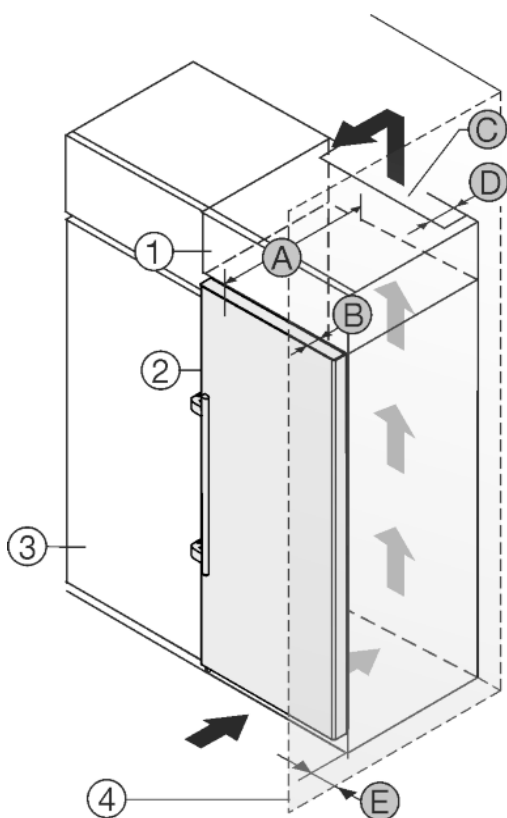

Fig. 28
Устройство может быть окружено кухонными шкафами. Чтобы уравнивать устройство Fig. 28 (2) по высоте с кухонной стенкой, можно установить над устройством дополнительный шкафчик Fig. 28 (1).
Установить устройство можно непосредственно рядом с кухонным шкафом Fig. 28 (3). Чтобы можно было полностью открыть двери, устройство должно выступать на глубину Fig. 28 (B) относительно передней стенки кухонного шкафа. В зависимости от глубины кухонных шкафов и использования пристенных распорок устройство может выступать и больше.
- На задней стенке дополнительного шкафчика должен быть вентиляционный канал с глубиной Fig. 28 (D) по всей ширине этого шкафа.
- Нужно соблюдать вентиляционное отверстие Fig. 28 (C) под нижней панелью.
Если устройство установлено на шарнирах у стены Fig. 28 (4), то нужно соблюдать расстояние Fig. 28 (E) между устройством и стеной. Настолько выступает ручка при открытой двери.